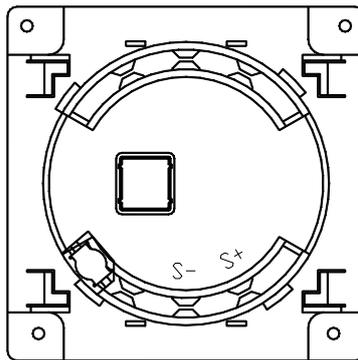

图2 按钮底视图
- f) 设置手动火灾报警按钮、消火栓按钮等其它智能部件时，可将鳄鱼夹分别接到两总线S+和S-簧片或端子上（具体位置参见图2）。